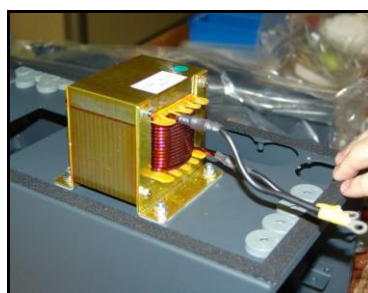

Figura 7.1.18
- 3) Extraer la parte superior del chasis y ponerla boca abajo. (ver figura 7.1.18)